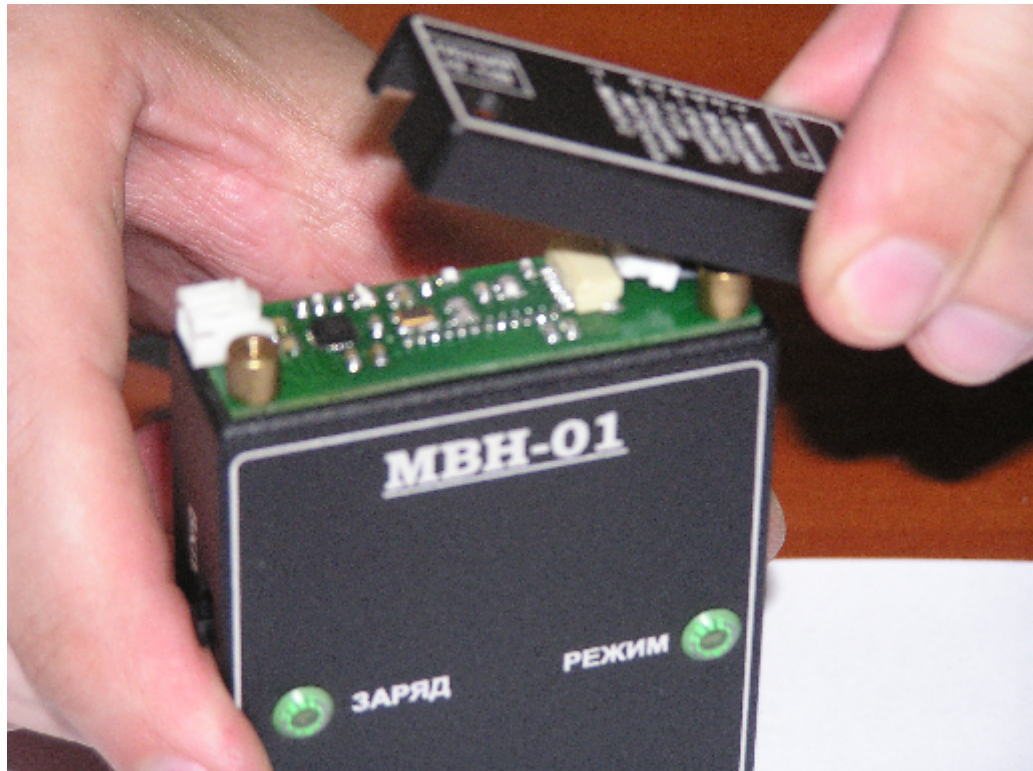

Рисунок 3.3 Замена видеокабеля
3.5.2. Отстыкуйте подключенный кабель и подключите новый(см. рисунок 3.3).